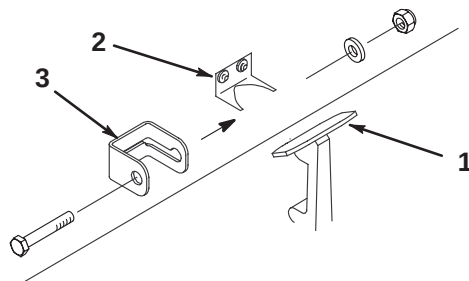

図 2
1. ブラケットからラッチを外す (図2)。
2. フード・ロック (図2) をラッチに合わせて入れる。
3. ラッチをブラケットに取り付け直す (図2)。
4. ロック・ブラケットにキャップスクリュー (1/4 × 1-1/2) を通し、平ワッシャ、ロックナットで締め付ける (図2)。